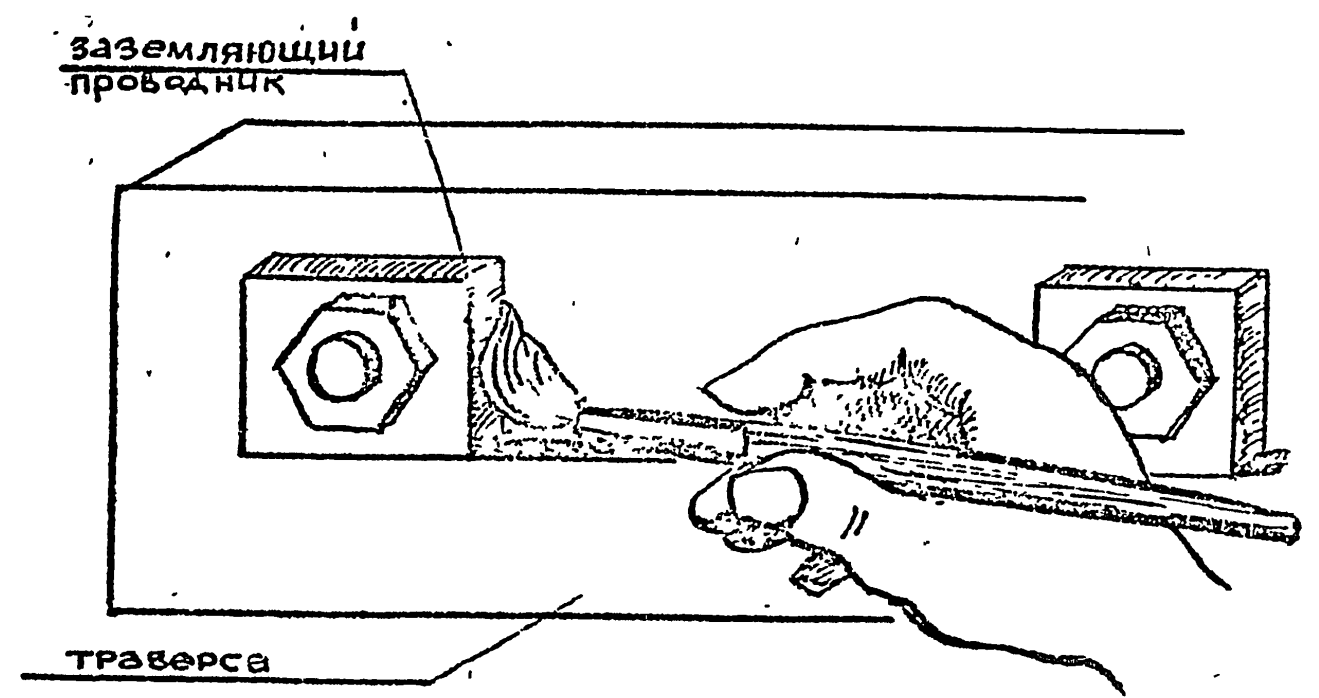

Рис.2
- 4.4. ЭЛ гаечным ключом проверяет качество болтовых соединений и покрывает резьбовые соединения и заземляющий проводник асфальто-битумным лаком (рис.2).